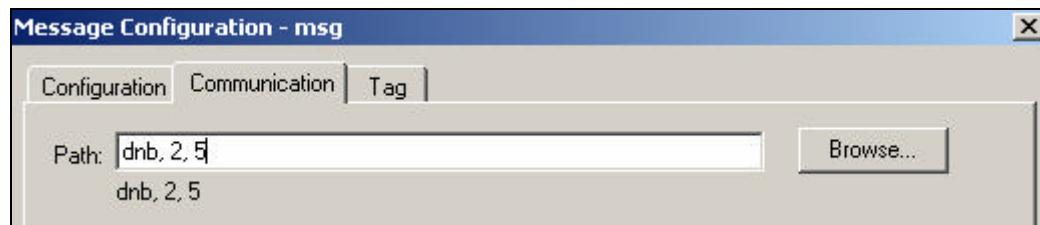

图3-63 Communication 选项卡设置
52. 图3-63所示。其中,2表示DeviceNet网络端口,5表示PowerFlex40的网络节点号。